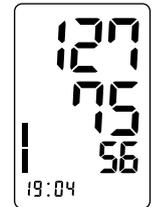

Bild 4
- Am Ende der Messung wird die Manschette automatisch entlüftet. Die ermittelten Werte von Systole, Diastole und Puls werden im Display angezeigt (Bild 4).